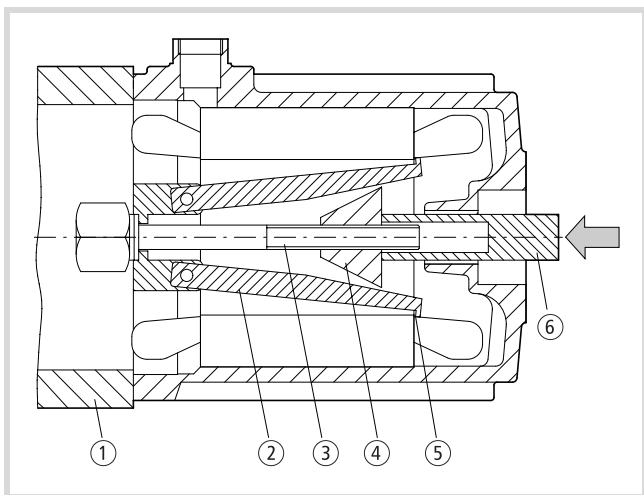

Figure 17 : Dispositif d'extraction pour circuits magnétiques
- ▶ Tournez la broche ③. Les bras ② s'écartent (→ fig. 17).